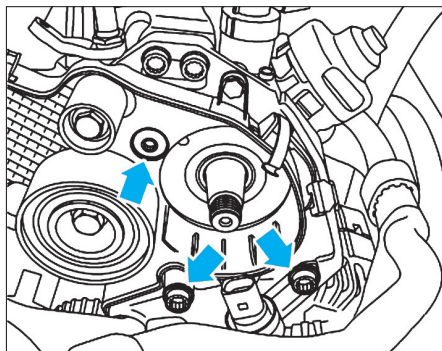

FIG. 69
- Déposer les vis de fixation de la pompe (Fig.69).